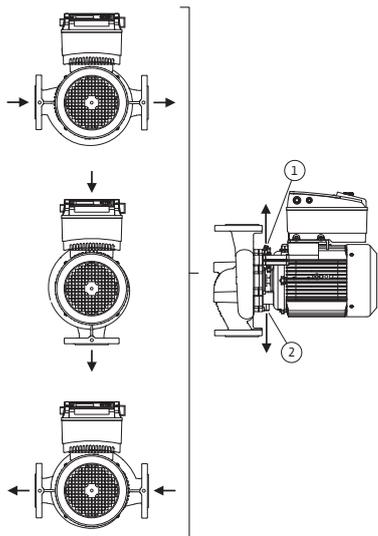

Рис. 18: Допустимые монтажные положения с горизонтальным валом электродвигателя
Допустимые монтажные положения с горизонтальным валом электродвигателя и электронным модулем вверх ( $0^\circ$ ) показаны на рис. 18. Не показаны допустимые монтажные положения с монтированным сбоку электронным модулем ( $\pm 90^\circ$ ). Допускается любое монтажное положение, кроме «электронным модулем вниз» ( $-180^\circ$ ). Отвод воздуха из насоса обеспечивается только при условии, что клапан для выпуска воздуха обращен вверх (рис. 18, поз. 1).
Только в этом положении ( $0^\circ$ ) может осуществляться направленное отведение накапливающегося конденсата через имеющееся отверстие, фонарь насоса и двигателя (рис. 18, поз. 2).
- При горизонтальном положении вала отверстие для отвода конденсата должно быть направлено вниз (рис. 18, поз. 2). При необходимости следует соответствующим образом повернуть электродвигатель.